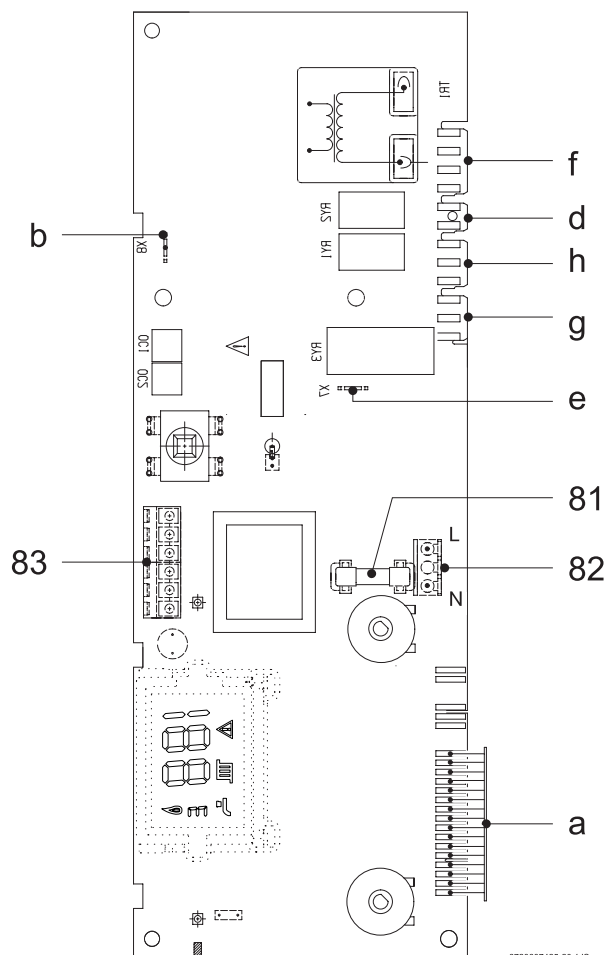

Fig. 20
- Retirar a ponte 1 - 4 (Fig. 20, pos. 83).